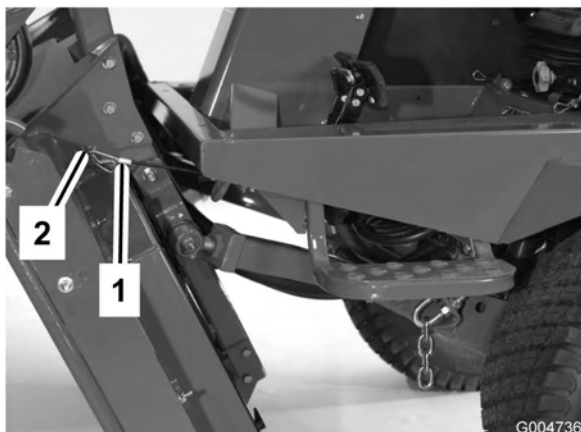

Figura 84
6. Mantenha a unidade na vertical, coloque a extremidade do cabo sobre o pino no braço de elevação da unidade de corte e fixe com o pino de segurança (Figura 84).